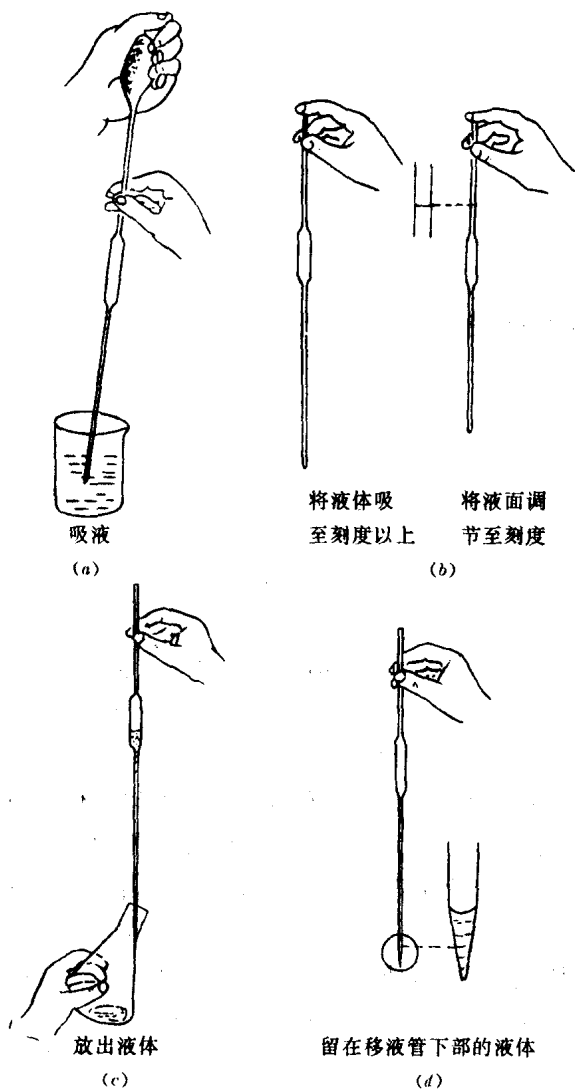

图 2 移液管的使用方法
使用移液管的方法可见图 2。
(2)用右手的姆指及中指拿住移液管标线以上位置,把移液管的尖端伸入液面以下,如图 2-(a)所示。左手握捏瘪的洗耳球,并将其尖端嵌入移液管上端管口,缓缓抬开手指将液体吸至移液管标线以上约 2~3cm 处,迅速移去洗耳球,同时用右手食指按住管口,然后稍微放松食指,使液面缓慢、平稳地下降,至与标线相切时,按紧食指,使液体不再流出,如图 2-(b)所示。
(3)按图 2-(c)的样式,让液体自由流出,待移液管内的液体流完后,再稍等片刻,流出液体的体积就是移液管上标明的体积。请
注意,不得将残留在移液管下端的液体吹入容器,因为标定移液管的容积时,并未包括这部分液体,如图 2-(d)所示。如果移液管上有分刻度,则应将残留在移液管下端的液体吹入容器中。